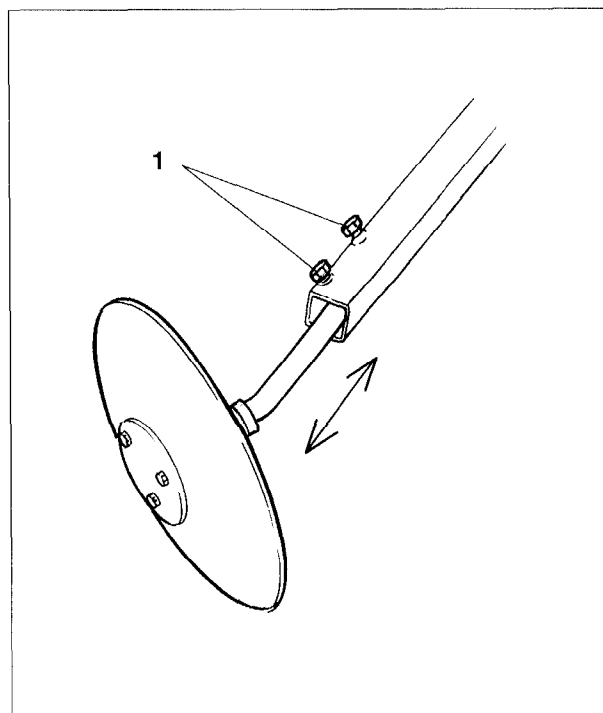

Fig. 10.7
- Spuranreißerscheiben (Fig. 10.7) in die Spuranreißer-Pendelrohre stecken und mit zwei Skt.-Schrauben (Fig. 10.7/1) festklemmen.